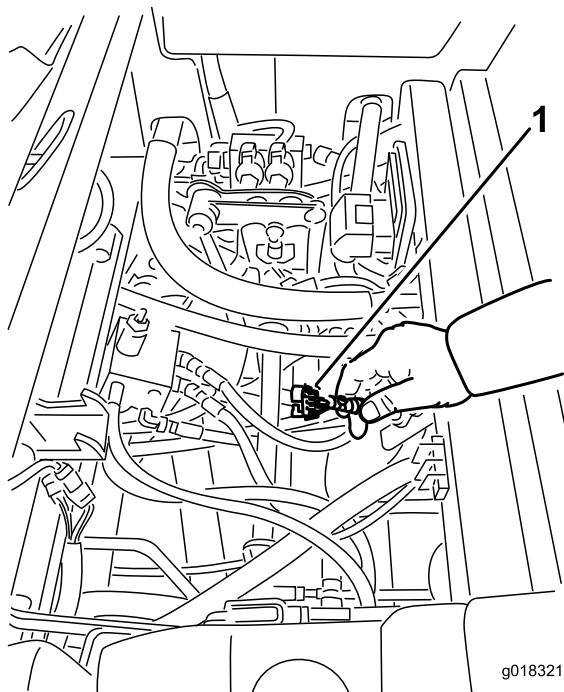

図 22
3. コントローラの近くにあるワイヤハーネスとそのコネクタを探し出す 図 22。